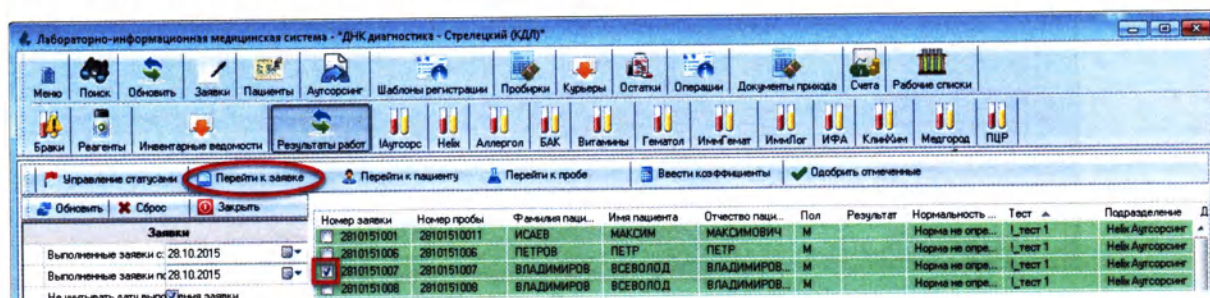

Рисунок 11.8
2.	Нажмите кнопку «Перейти к заявке» (Рисунок 11.8):
2. Нажмите кнопку «Перейти к заявке» (Рисунок 11.8):